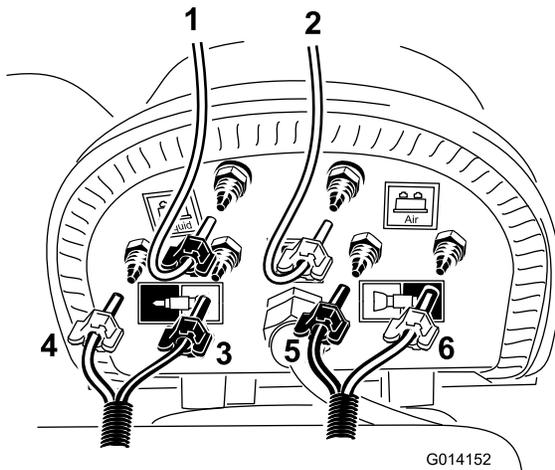

Figura 17
Nota: Instale el tubo transparente en la espiga **azul** o de agua del compresor, según se muestra en Figura 17. Utilice una abrazadera azul para sujetar ambos tubos. Será necesario abrir más la funda del tubo para que pase por el conjunto del depósito.
3. Localice la manguera de retorno corta que se cortó previamente e instale el tubo transparente en la espiga restante del tapón del depósito indicado en Figura 17.
5. Localice la manguera de espuma enrutada al brazo izquierdo, e instale los tubos azul y blanco en los lugares indicados en Figura 17.
6. Localice la manguera de espuma enrutada al brazo derecho, e instale los tubos azul y blanco en los lugares indicados en Figura 17.